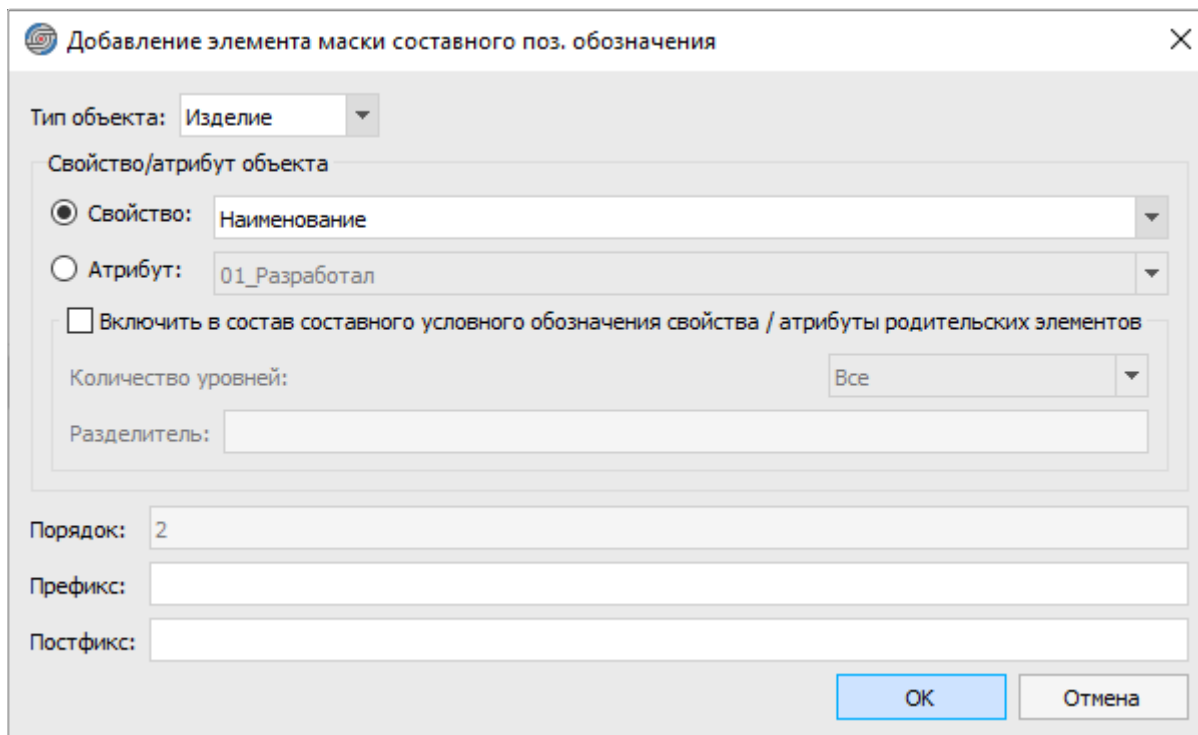

Рисунок 112. Диалоговое окно «Добавление элемента маски составного поз. обозначения»
4) В открывшемся диалоговом окне «Добавление элемента маски составного поз. обозначения» (см. рисунок 112) произвести настройки: